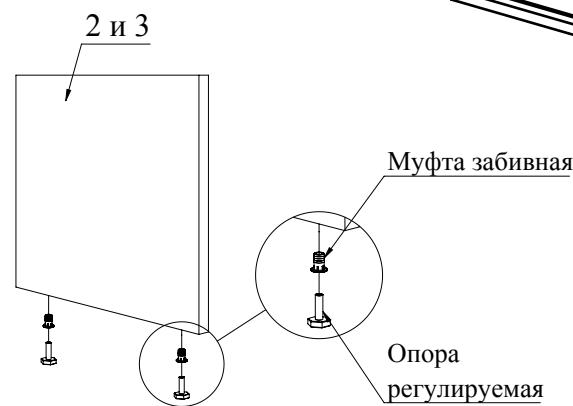

Рис.2
2. Установите муфты забивные в соответствующие торцевые отверстия деталей 2, 3. В муфты забивные вкрутите опоры регулируемые (Рис. 2).